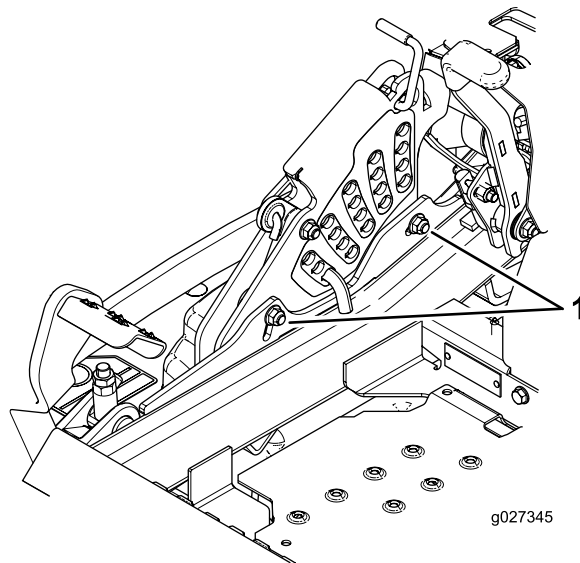

Figura 95
12. Para ajustar el sistema de ajuste de un solo punto, afloje los dos pernos situados cerca del borde inferior de la pletina de altura de corte. Consulte Figura 95.
14. Apriete los 2 pernos en el borde inferior de la pletina de altura de corte (Figura 95). Apriételos a 18–23 N-m (27 a 33 pies-libra).